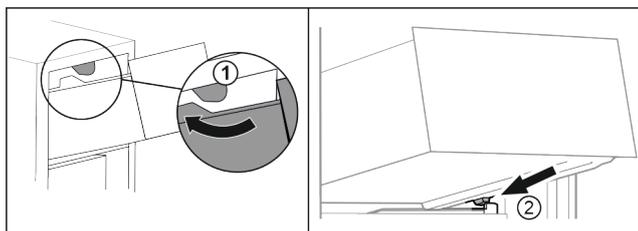

Fig. 88
- ▶ Introduzca el cajón rodeando los topes superiores. Fig. 88 (1)
- ▶ Coloque el cajón inclinado detrás de los topes inferiores sobre la nervadura para recipientes. Fig. 88 (2)